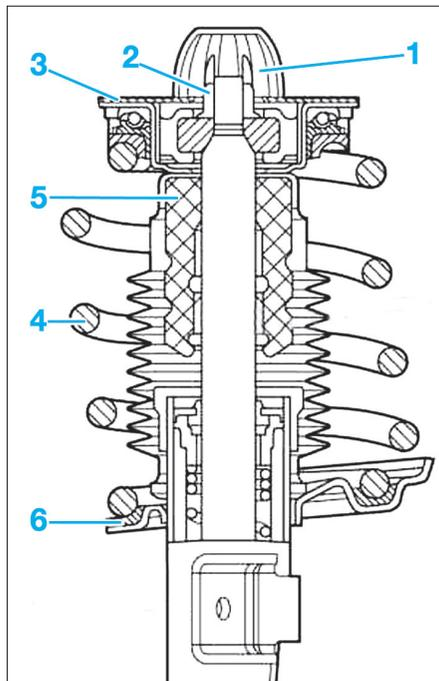

FIG. 11
- Déposer (Fig.11) :
- le capuchon (1),
- l'écrou de tige d'amortisseur (2),